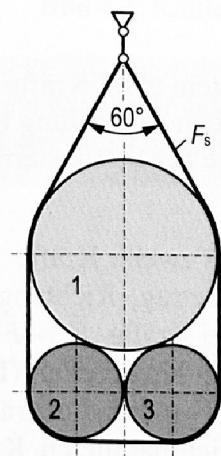

Bild 3.24: Rohre in einer Seilschleife
9. Drei Rohre mit den Durchmessern $d_1 = 40 \text{ cm}$, $d_2 = d_3 = 20 \text{ cm}$ und den Gewichten $F_{G1} = 1000 \text{ N}$, $F_{G2} = F_{G3} = 250 \text{ N}$ hängen entsprechend Bild 3.24 in einer Seilschleife. Mit welchen Kräften werden sie aneinander gepresst, und wie groß ist die Seilkraft F_s ?